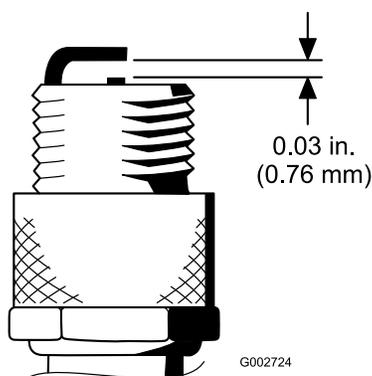

Рисунок 39
4. Установите зазор между центральным и боковым электродами на 0,76 мм, как показано на Рисунок 39.